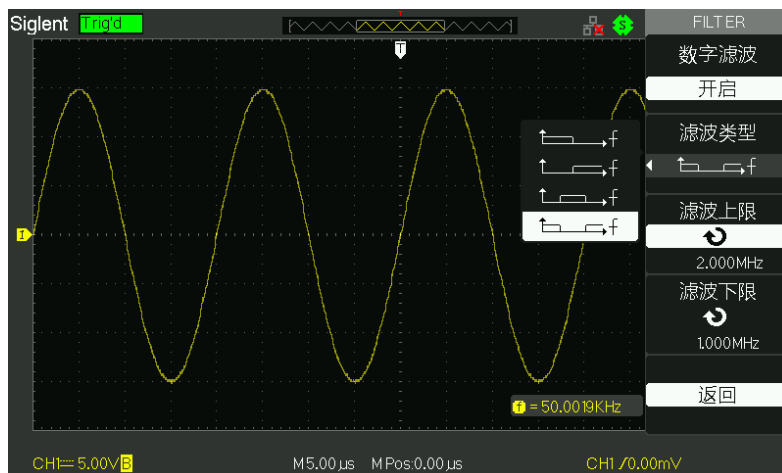

图 2-11 数字滤波设置
- 按【1】选择【下一页】，再按【数字滤波】选择【开启】，打开数字滤波功能如图 2-11 所示: